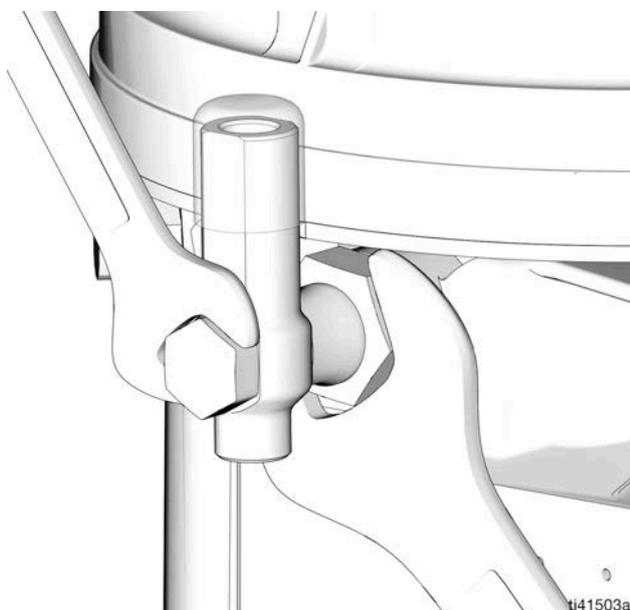

FIG. 26
1. Desserrer le raccord d'élément de pompe à l'aide de deux clés travaillant dans des directions opposées (FIG. 26).
3. Serrer le raccord d'élément de pompe à l'aide de deux clés travaillant dans des directions opposées (voir FIG. 26).